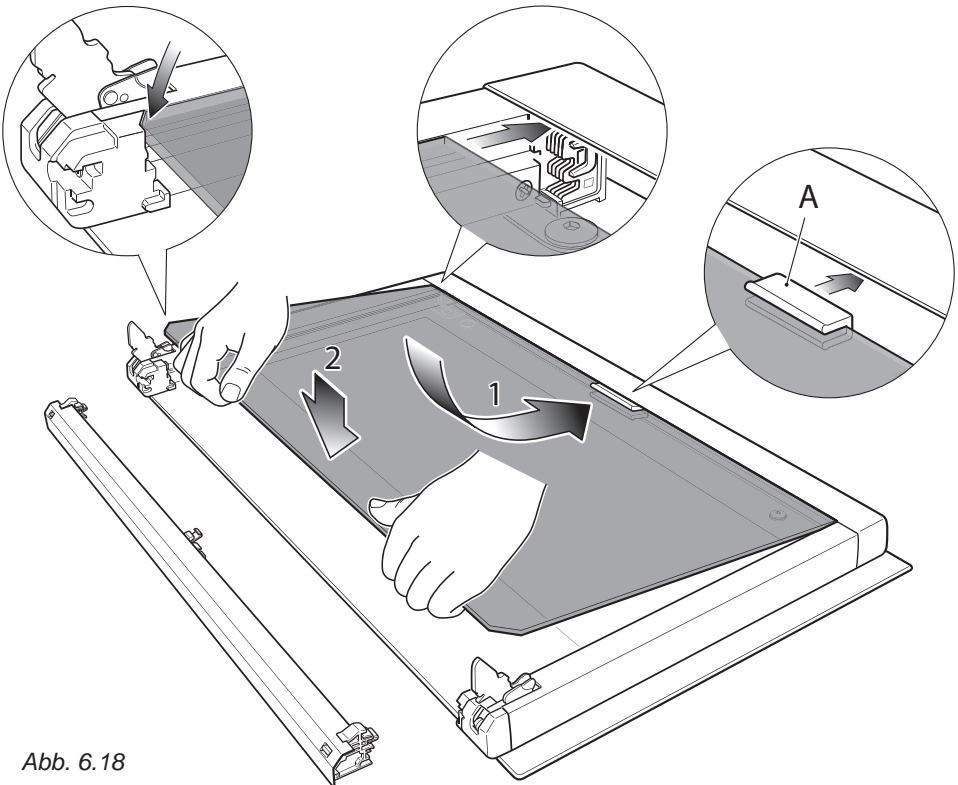

Abb. 6.18
- Prüfen Sie, ob die Dichtung "A" vorhanden ist (Abb. 6.18). Ist dies nicht der Fall muss die Dichtung an der Oberkante der inneren Glasscheibe (in der Mitte) richtig positioniert werden.
1. Schieben Sie die innere Glasscheibe in die oberste Nut und drücken Sie vorsichtig darauf (Pfeil 1 in Abb. 6.18).
2. Senken Sie sie vorsichtig in ihre Position (Pfeil 2 in Abb. 6.18).